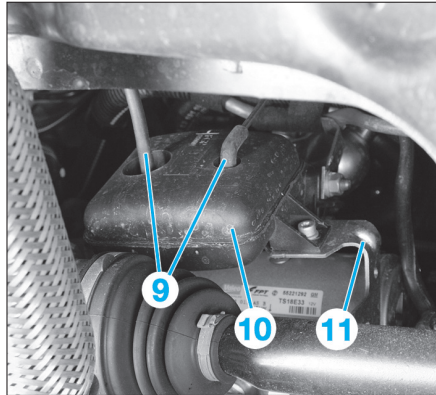

Fig. 12
- Par le dessous du véhicule, débrancher les durits (9) du réservoir à dépression (10) puis déposer ce dernier avec son support (11) (Fig.12).
- Déposer la vis inférieure (12) du démarreur.